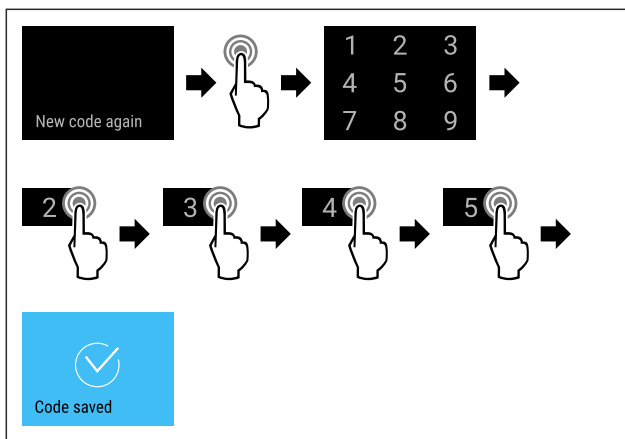

Fig. 86
- ▶ Atlikite veiksmus (žr. Fig. 86) .